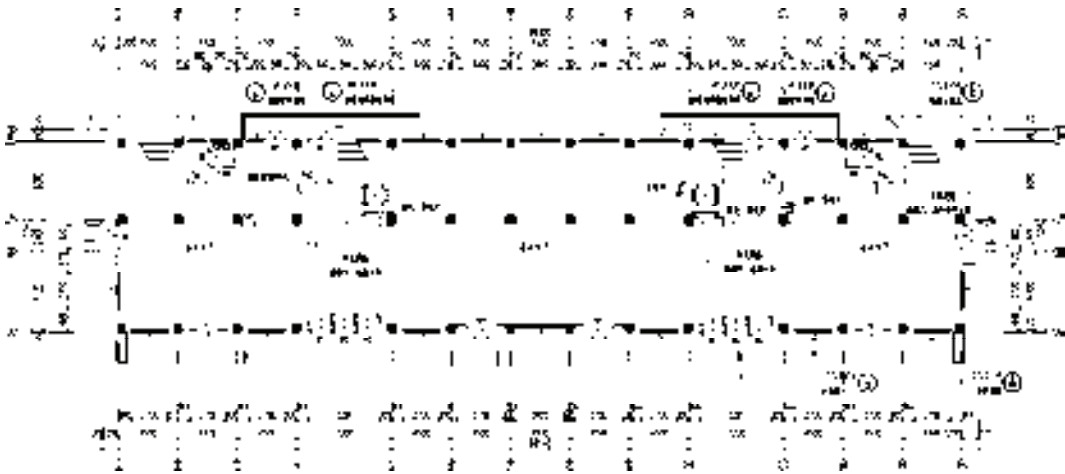

图 15-73 添加门窗标注
13) 重复调用“逐点标注”命令,添加下开、左进、右进门窗的细部尺寸,结果如图 15-73 所示。